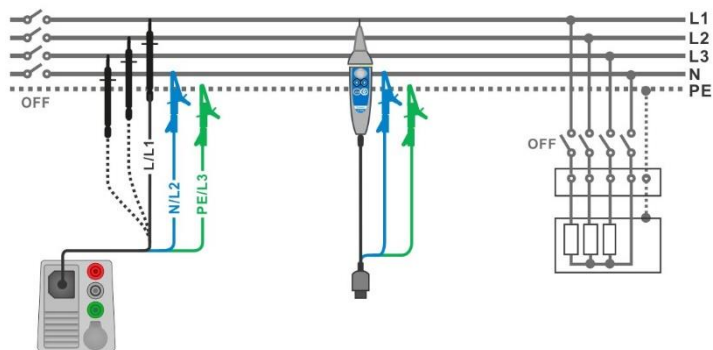

Figura 7.11: Conexión de una punta de prueba de tres hilos y la Punta Commander
- Conecte las puntas de prueba al objeto a prueba, vea la **Figura 7.11**). Se pueden usar la punta de prueba estándar de tres hilos, el cable de prueba schuko o la Clavija / Punta Commander .